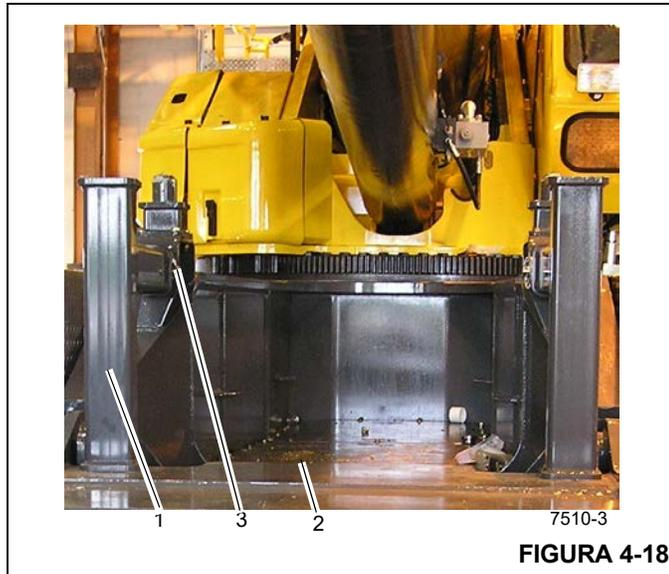

FIGURA 4-18
1. Fije un dispositivo de elevación adecuado con eslingas a un pedestal de contrapeso (1) (Figura 4-18).
2. Quite los pasadores de enganche (3).
3. Utilice un dispositivo de elevación para retirar un pedestal de contrapeso (1) (Figura 4-18).